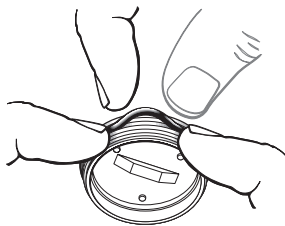

Figure 16
- 4• A l'aide de vos doigts, pincez le joint torique afin de pouvoir le sortir de sa gorge et l'éliminer (figure 16).